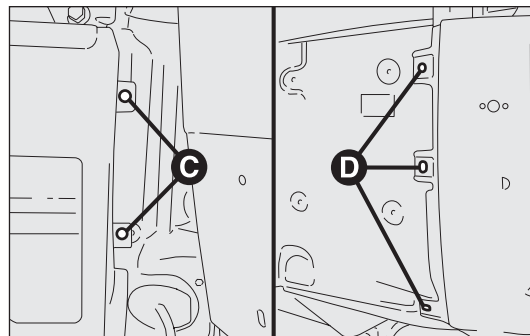

fig. 199
- dévisser les deux fixations C-fig. 199 côté porte à battant AR accessibles en ouvrant légèrement la porte;
- dévisser les trois fixations latérales D sur le côté du flanc, accessibles après avoir déposé la moulure latérale fig. 199. Pour démonter la moulure, dévisser les trois vis autotaraudeuses inférieures et déposer délicatement les clips pour éviter de les briser. Si un ou plusieurs clips sont brisés, ils doivent être remplacés;